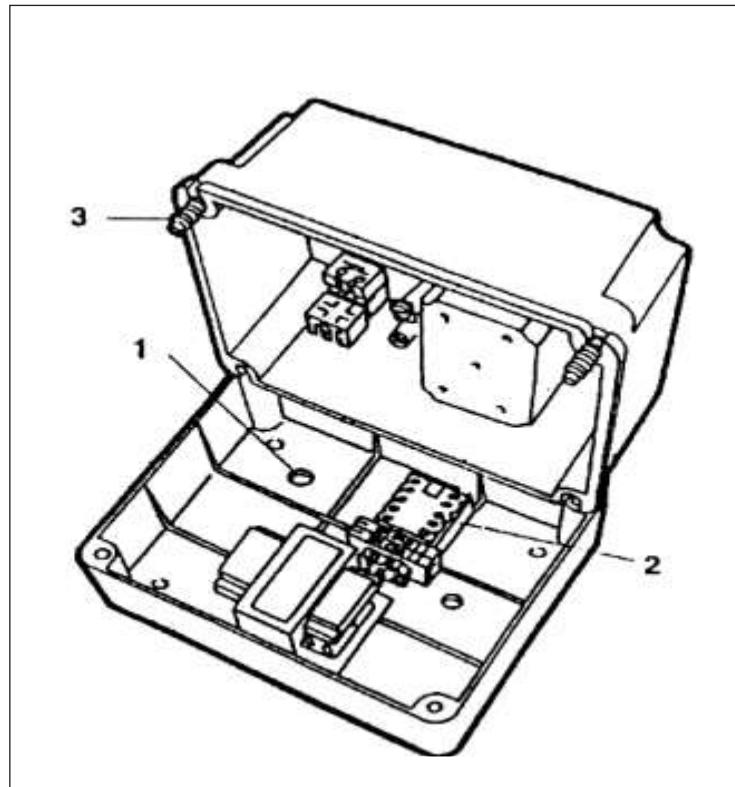

FIGURA 8: VISTA INTERNA DEL CUADRO DE LA
- Se entrega en dotación del elevador un cable, equipado de enchufe tetrapolar de 2,5 m. de longitud. Esta longitud generalmente es suficiente para efectuar las conexiones. Si por algún motivo el pupitre de mando debe estar posicionado a una distancia superior a la longitud del cable dado en dotación es obligatorio cambiarlo operando del siguiente modo (figura 8):